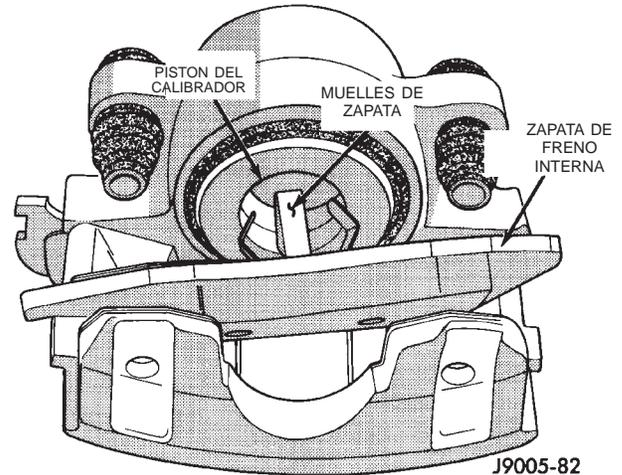

Fig. 32 Desmontaje de zapata de freno interna
- (5) Tome los extremos de la zapata de freno interna e inclínala hacia afuera, para desenganchar los muelles del pistón del calibrador (Fig. 32) y retire la zapata del calibrador.